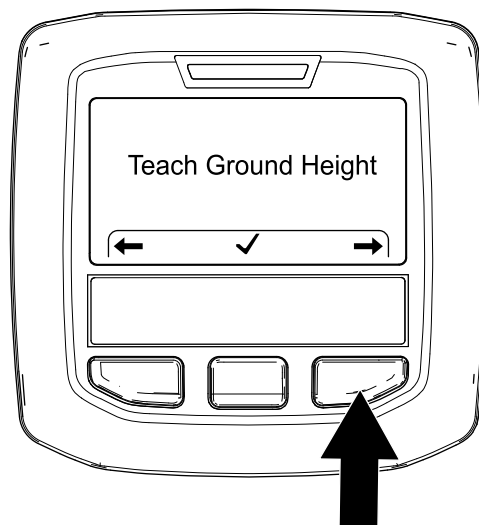

图 46
2. 按右侧 InfoCenter 信息中心按钮两次可显示“校准打孔针离地高度”屏幕图 46。